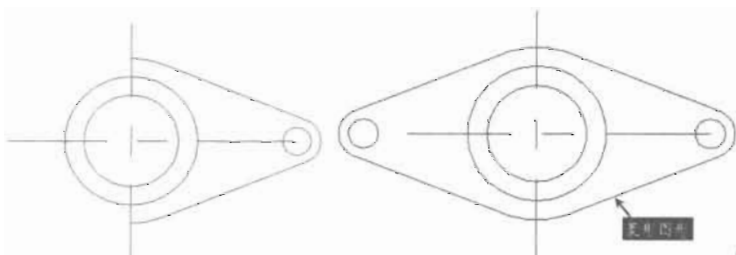

图 14-162
(4) 单击“修改”工具栏中的“修剪”按钮, 将图形修剪成如图 14-162 (左) 所示的样子, 然后进行镜像复制, 最后将辅助线删除。